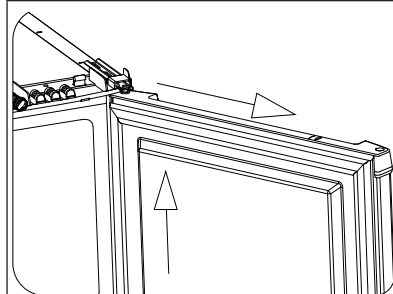
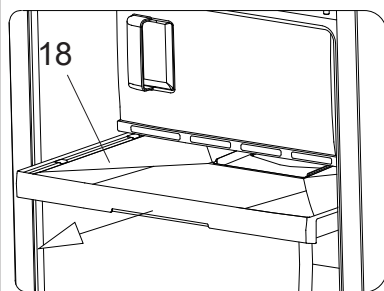

Рисунок 5
Рисунок 11
4. Снимите верхнюю дверь с оси среднего кронштейна. Для этого приподнимите и потяните ее на себя вместе с верхней петлей 4 (см. рис. 5).
1. После снятия двери (см. рисунок 5 и 8), движением на себя уберите поддон 18 (см. рисунок 11).